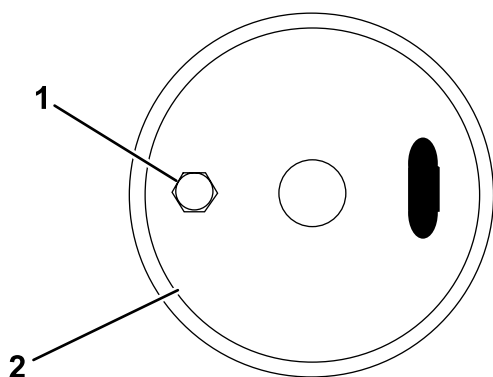

Figure 35
3. Tournez le régleur de frein (Figure 35) jusqu'à ce que la roue ne puisse plus tourner.